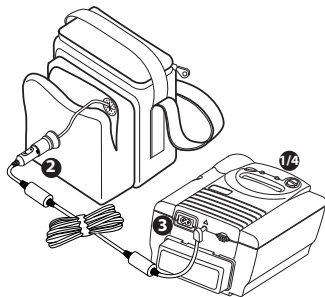

Figura 5: Conexión del cable de CC
2. Conecte el extremo del adaptador del cable de CC al enchufe de la batería. Vea la figura 5.